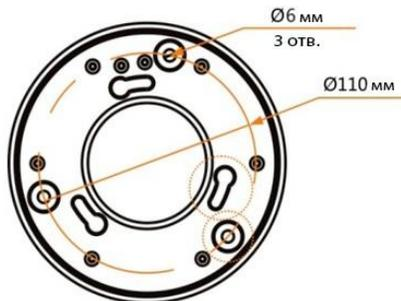

Рис. 10- Монтажные отверстия
- 1.Извлеките из упаковки монтажную площадку и закрепите ее на месте установки подходящими по размеру винтами (см. рис. 10).
Для включения/выключения заморозки кадра вызовите предустановку 28. Эта функция позволяет не отвлекать оператора от перехода между предустановками (точки А-В на рис. 10), а показывать только конечные точки останова камеры. В результате на экране оператора отображаются только конкретные места, подлежащие охране, как например, трап левого борта, трап правого борта, носовая и кормовая оконечность судна, т.е. производится имитация переключения между стационарными камерами.